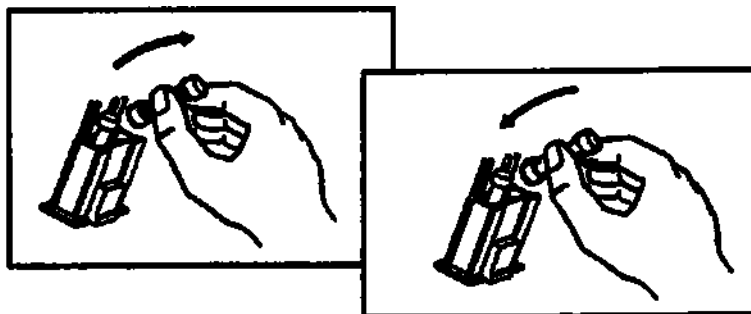

Рисунок 23. Замена поврежденного предохранителя
3. Замените поврежденные предохранители новыми (поставляются с анализатором) (рисунок 23).